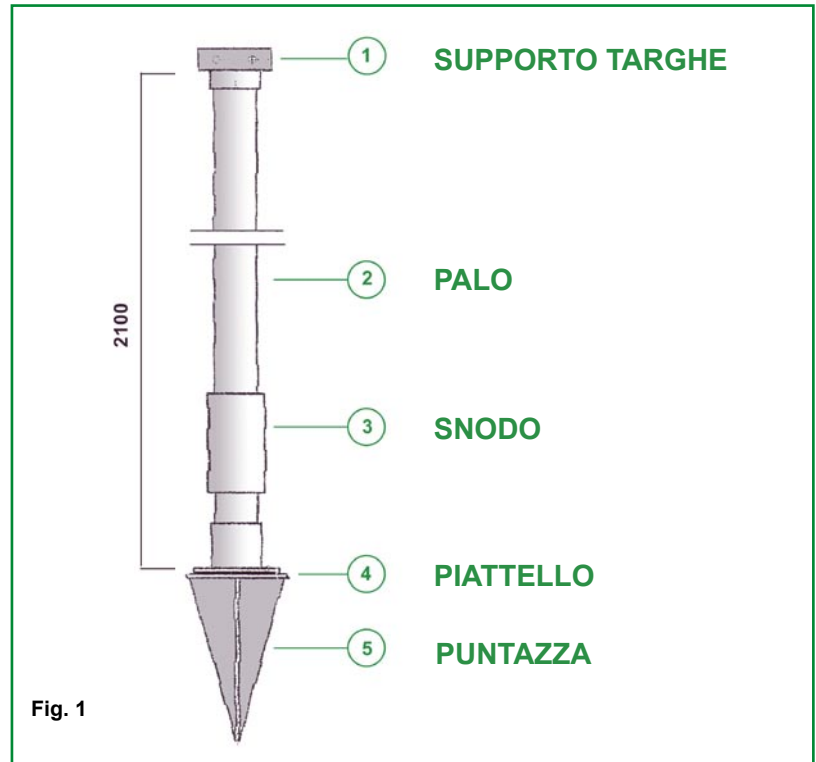

Fig. 1
- 1) Approvvigionarsi della puntazza ⑤ (vedi **Fig. 1**).
- 9) Inserire lo snodo ③ (**Fig. 1**) nel bicchiere del piattello 4 e fissarlo con un bullone passante.
- 10) Inserire il palo ② (**Fig. 1**) nello snodo e bloccarlo con un bullone passante.
- 11) Infilare il supporto targhe ① e bloccarlo con bullone passante.